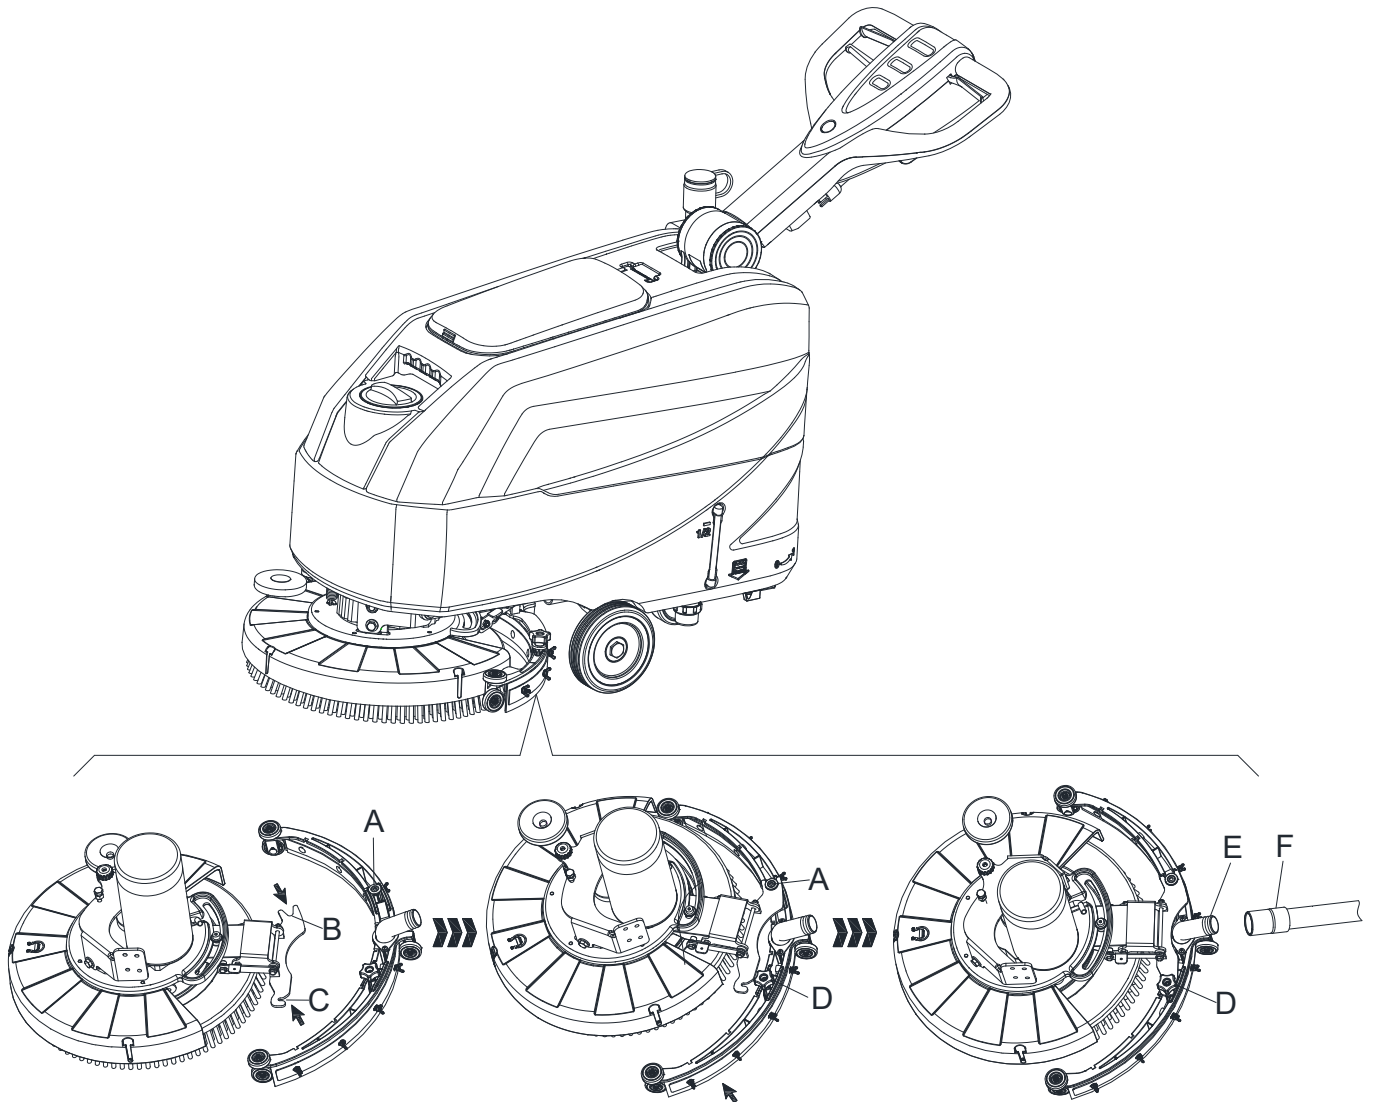

Figure 4
5. Fixez le goujon A sur l'ouverture B, puis fixez un autre vis C sur l'ouverture D, serrez le bouton de la raclette et branchez le flexible de vidange d'eau de récupération F au connecteur E (Figure 4).